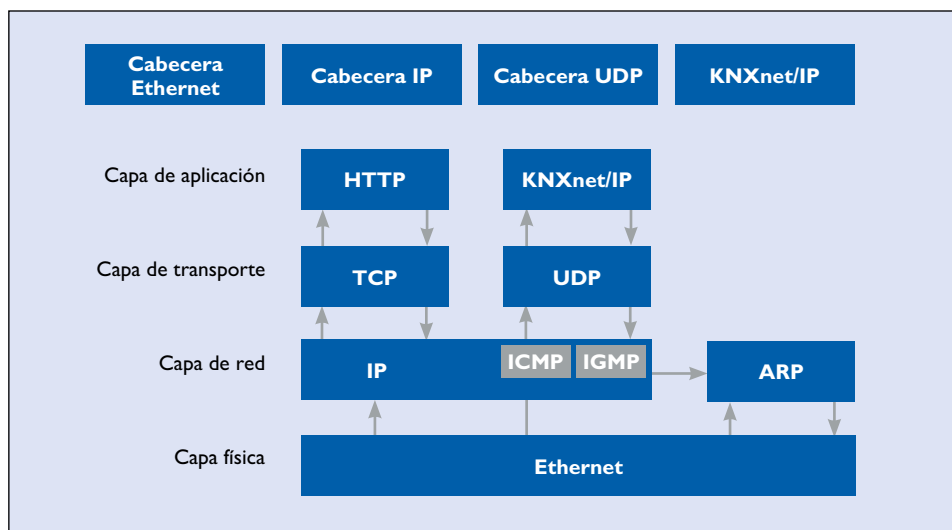

Imagen 15. KNXnet/IP en el modelo de referencia OSI.
El sistema KNX usa métodos de comunicación de Ethernet: tunneling y routing. Ambos métodos usan el protocolo UDP. Tunneling se usa para acceder al bus desde redes locales o desde internet, p.ej. para la programación KNX. Routing se usa para el intercambio de telegramas a través de Ethernet, p.ej. para acoplar dos instalaciones KNX TP a través de Ethernet. Los protocolos KNX usados para ambos métodos de comunicación se denominan KNXnet/IP tunneling y KNXnet/IP routing. La comunicación IP en KNX puede explicarse usando el modelo de referencia OSI (imagen 15). La comunicación se realiza a través de la capa de aplicación (que genera el telegrama KNXnet/IP), la capa de transporte (UDP), la capa de red (IP), así como Ethernet como capa física. Al igual que para KNX TP, se debe añadir al propio telegrama KNXnet/IP información adicional (las cabeceras) específica para cada capa.